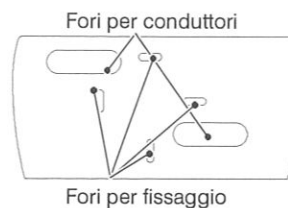

fig. 3.4
- 2 Fissare la base alla parete o sopra la scatola ad incasso (fig. 3.4)